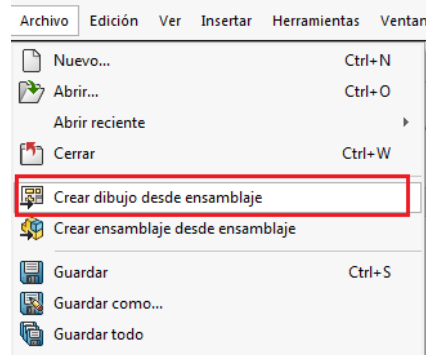

Ilustración 182
Paso 1: Una vez explosionado el ensamble, damos clic en **Archivo** y **Crear dibujo desde ensamble** (ver ilustración 182).